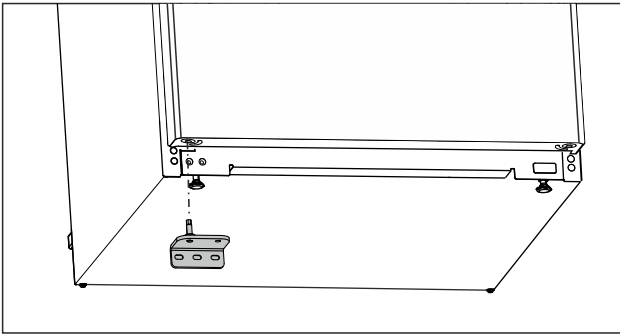

Fig. 17
- ▶ Aseta alempi laakerijalusta vastapäiselle puolelle. (katso Fig. 17)